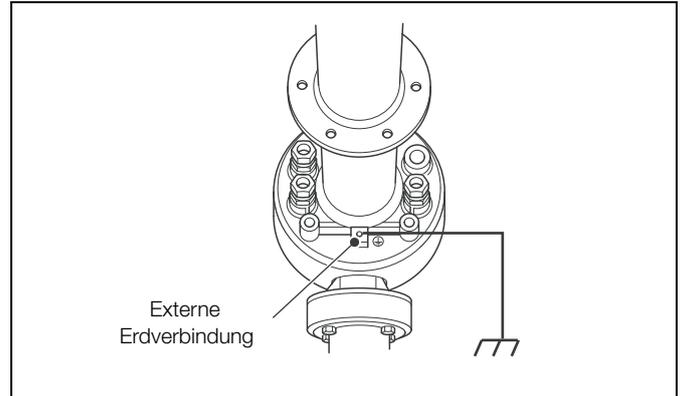

Abb. 4.1 Externe Masseverbindung
- Die Sonde **muss** über die externe Erdverbindung mit der lokalen Erde verbunden werden – siehe Abb. 4.1.